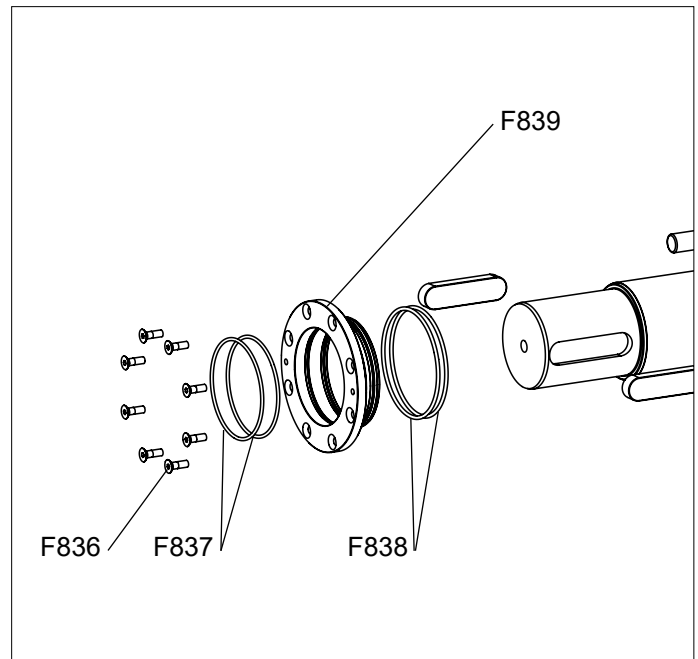

Fig. 2B
4. Retire los ocho tornillos retenedores del o-ring superior (F836) del retenedor del o-ring superior (F839) con una llave Allen (consulte la Fig. 2B).